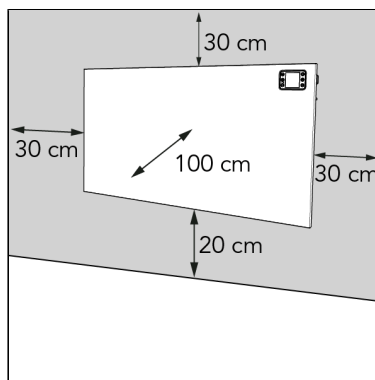

Figure 65.
2. Placez l'appareil en respectant une distance minimale (Figure 65) de :